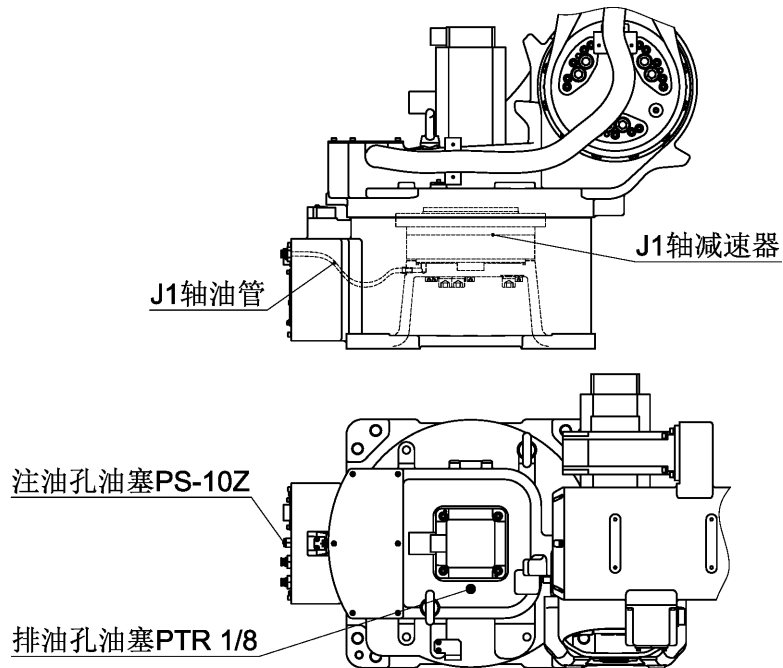

图 19 J1 轴局部结构
(1) 油脂补充步骤（参考图 19）
③ 安装排油孔堵塞前，低速运转 J1 轴几分钟，使多余的油脂从排油孔排出；
④ 用布擦净从排油孔排出的多余的油脂，在排油孔安装堵塞。油塞的螺纹处应缠生胶带并用扳手拧紧。
(2) 油脂更换步骤（参考图 19）